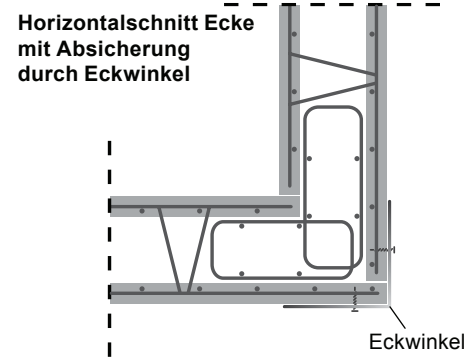

Bild 7
- Es wird empfohlen, Stahlwinkel zur Sicherung gegen Aufweiten der Ecke anzubringen (s. Bild 7 und 10). Falls leichtverdichtender Beton verwendet wird, sind mindestens 4 solche Winkel pro Ecke notwendig (im unteren Bereich enger).
- Eventuell erforderliche Stoßfugen- und Eckbewehrung gemäß Angaben im Versetzplan einbauen (s. Bild 7 und 8).